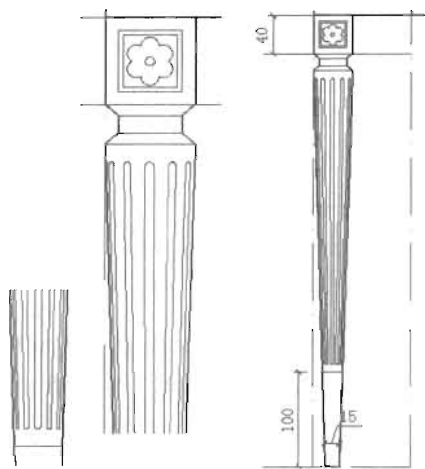

图 10-181
(12) 单击“绘图”工具栏中的“直线”按钮, 绘制出上下两个圆形的切线, 然后对圆形进行修剪, 结果如图 10-181 所示。